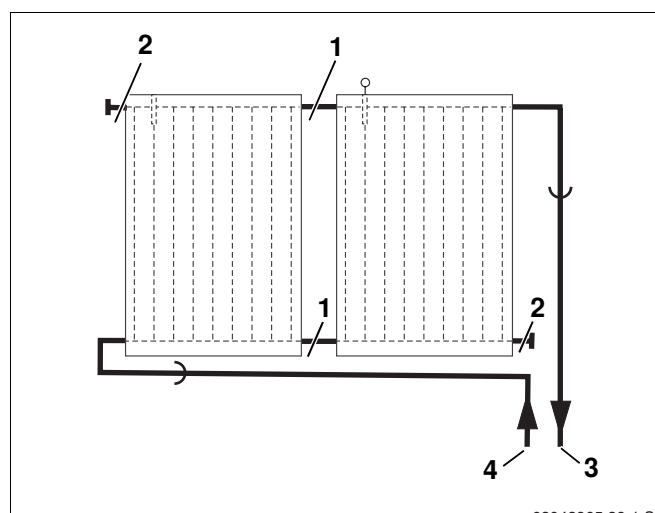
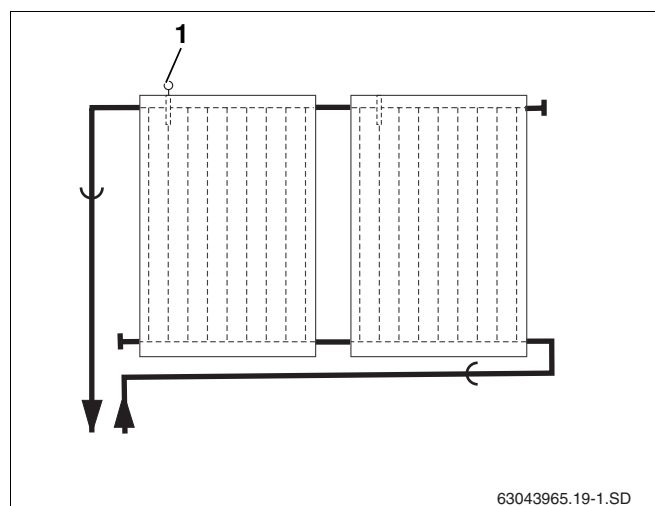

Fig. 37 Raccordement hydraulique – conduite de départ droite
Fig. 38 Raccordement hydraulique – conduite de départ gauche
Le champ de capteurs doit être raccordé selon le principe de "Tichelmann" ce qui garantit le même débit pour chaque capteur (fig. 37).
La conduite de départ peut se situer à droite (fig. 37) ou à gauche en haut (fig. 38). Dans cette notice, les exemples sont basés sur une conduite de départ placée à droite.
Les capteurs doivent être montés de manière à ce que la gaine de réception de la sonde du capteur (fig. 38, **pos. 1**) soit orientée vers le haut.